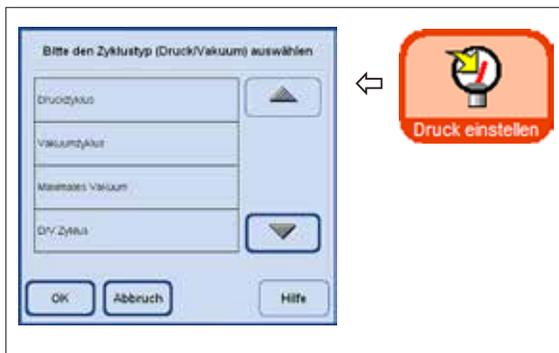

Abb. 133
- Es ist möglich einen Druck-Zyklustyp zu wählen. Dazu die Taste **DRUCK EINSTELLEN** drücken und das Eingabefenster **ZYKLUSTYP AUSWÄHLEN** aufrufen (Abb. 133).